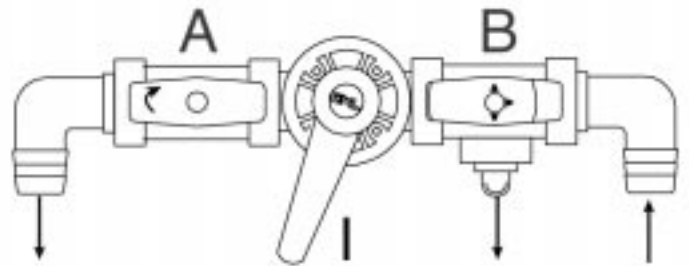

Fig. 7
1) Опорожнение установки: установите рукоятку реверсивного крана на двухходовой кран (А), откройте двухходовой кран, установите трехходовой кран (В) так, как показано на рис.7.